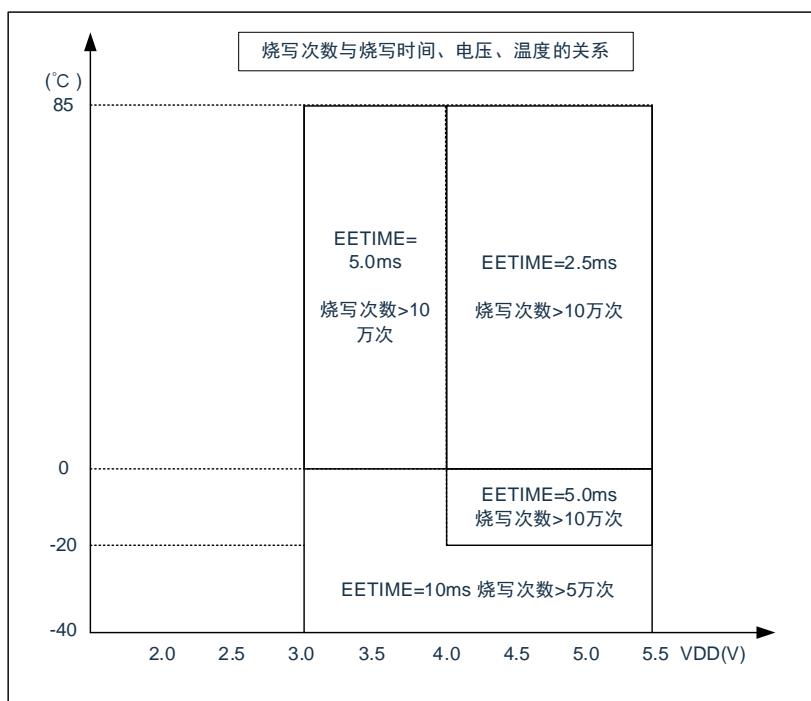

图 15-1 程序 EEPROM 烧写次数与烧写时间、电压、温度的关系
- Bit5~Bit4 EETIME[1:0] 最长烧写等待时间；（更多 EETIME 信息请参考图 15-1）